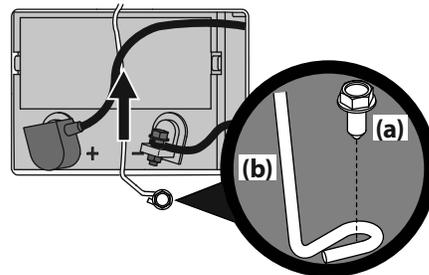

Figura 13
1. Extraiga el tornillo de arandela hexagonal (a) que sujeta el soporte de sujeción de la batería al bastidor (b). Luego levante el soporte de sujeción de la batería (b) para liberar la batería. Consulte la Figura 13.